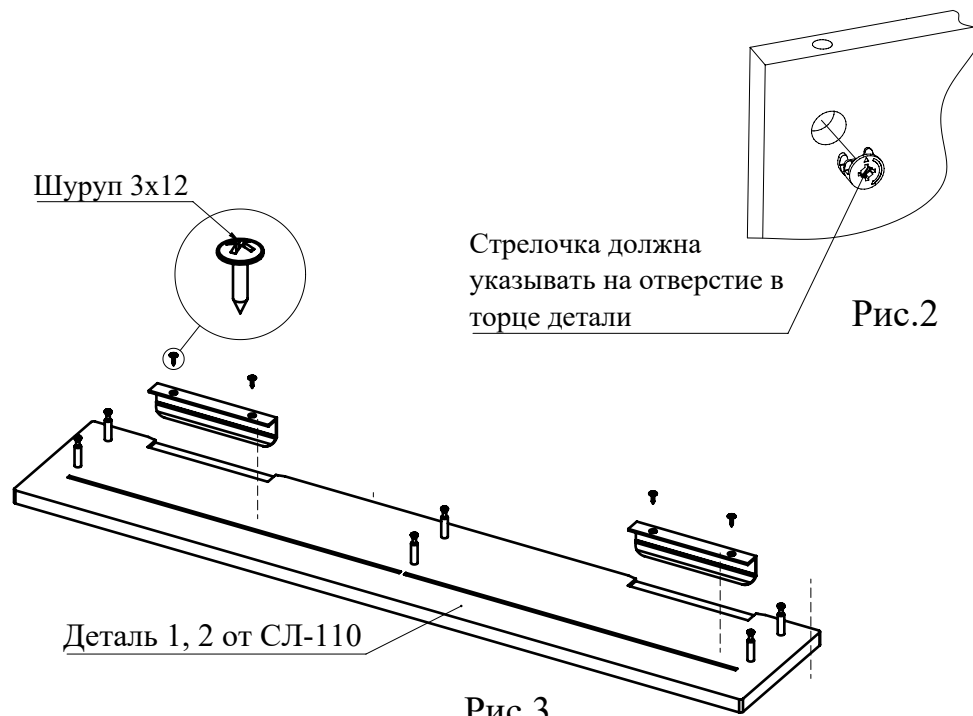

Рис.3
3. С помощью шурупов 3,5x12 закрепите ручки на фасадах ящиков от СЛ-110 (Рис. 3).